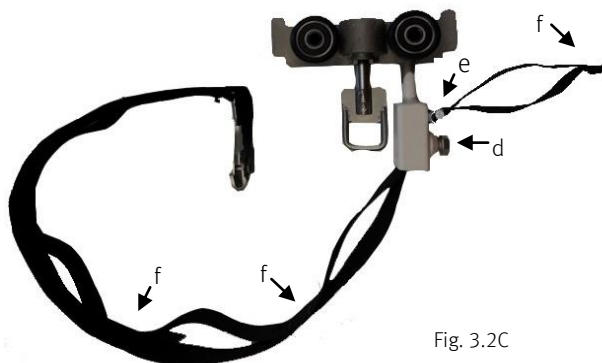

Fig. 3.2C
Uwaga: Konieczna może okazać się regulacja długości pasa (zobacz Fig. 3.2C).
- 2) Pas jest umieszczony w prawidłowej pozycji i pręt (e) umieszczony jest w pętli (f) (zobacz rysunek 3.2C).